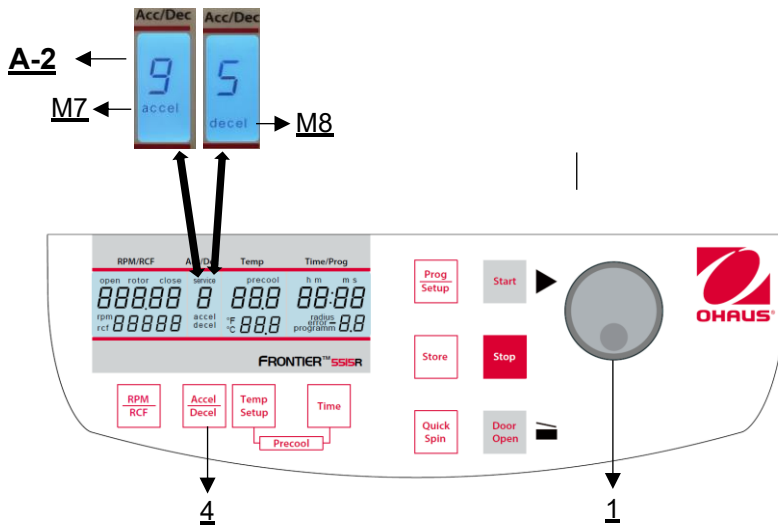

Figura 17
Esta función se activa mediante la tecla **"Accel/Decel"** (4) (véase la figura 17).